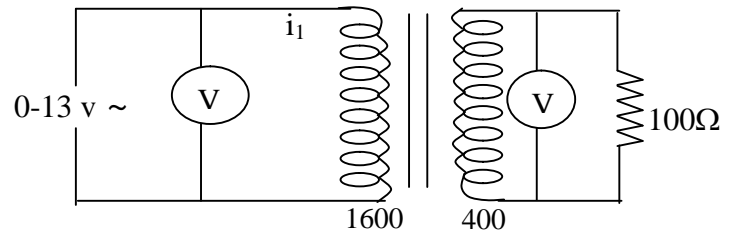

Figure6
- Réaliser le montage de la figure 6.